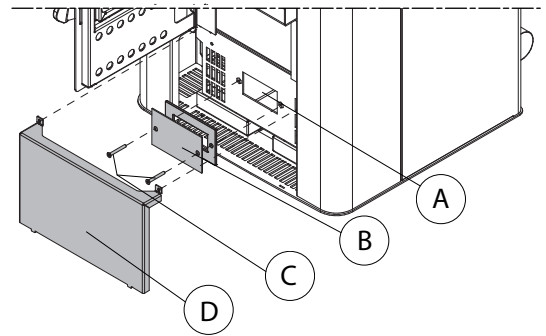
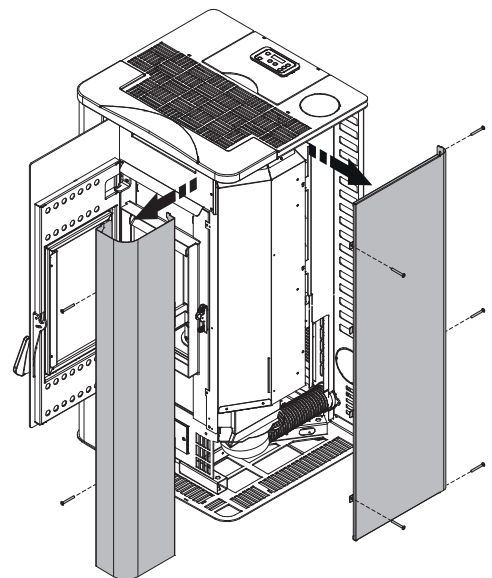
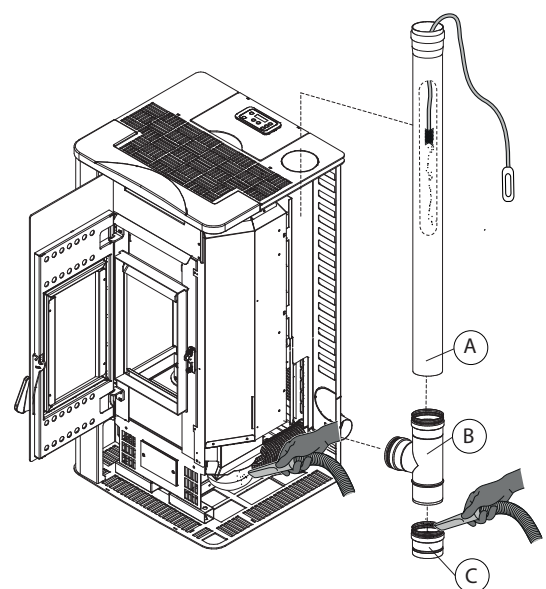

Fig. 6.1.2
Fig. 6.1.3a
Fig. 6.1.3b
- per un facile accesso al ventilatore (A) è sufficiente rimuovere il coperchio (D) e successivamente il tappo (B), con relativa guarnizione, agendo sulle due viti (C) (Fig. 6.1.2).
Si raccomanda di effettuare la pulizia a stufa spenta e fredda. Ogni 500 kg di pellet bruciato, è necessario pulire l'eventuale deposito formatosi nel vano di evacuazione dei fumi. Togliere il coperchio (D) (Fig. 6.1.2). Agire sulle viti per rimuovere i due fianchi sinistri (Fig. 6.1.3a). Smontare il tubo fumi (A), il tee fumi (B) ed il tappo (C) (Fig. 6.1.3b). Utilizzare una spazzola con laccio flessibile per pulire il tubo fumi. Ultimare la pulizia aspirando i residui di cenere presenti nel tappo e nel ventilatore con un apposito aspiracenere. Effettuata la pulizia rimontare i componenti del condotto di evacuazione fumi e il fianco.